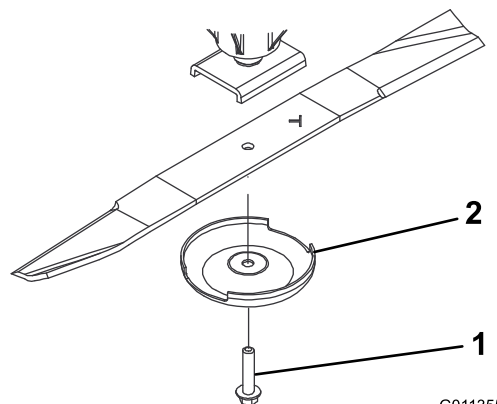

Figura 83
2. Sujete el extremo de la cuchilla usando un paño o un guante grueso. Retire del eje de la cuchilla el perno de la cuchilla, el protector de césped y la cuchilla (Figura 83).
3. Instale la cuchilla, con la vela hacia la carcasa de corte, con el protector de césped y el perno de la cuchilla (Figura 83). Apriete el perno de la cuchilla a 115–149 N·m.
Si se permite que la cuchilla se desgaste, se formará una hendidura entre la vela y la parte plana de la cuchilla (Figura 83**). Con el tiempo, una parte de la cuchilla puede desprenderse y ser arrojada desde debajo de la carcasa, posiblemente causando lesiones graves a usted o a otra persona.**